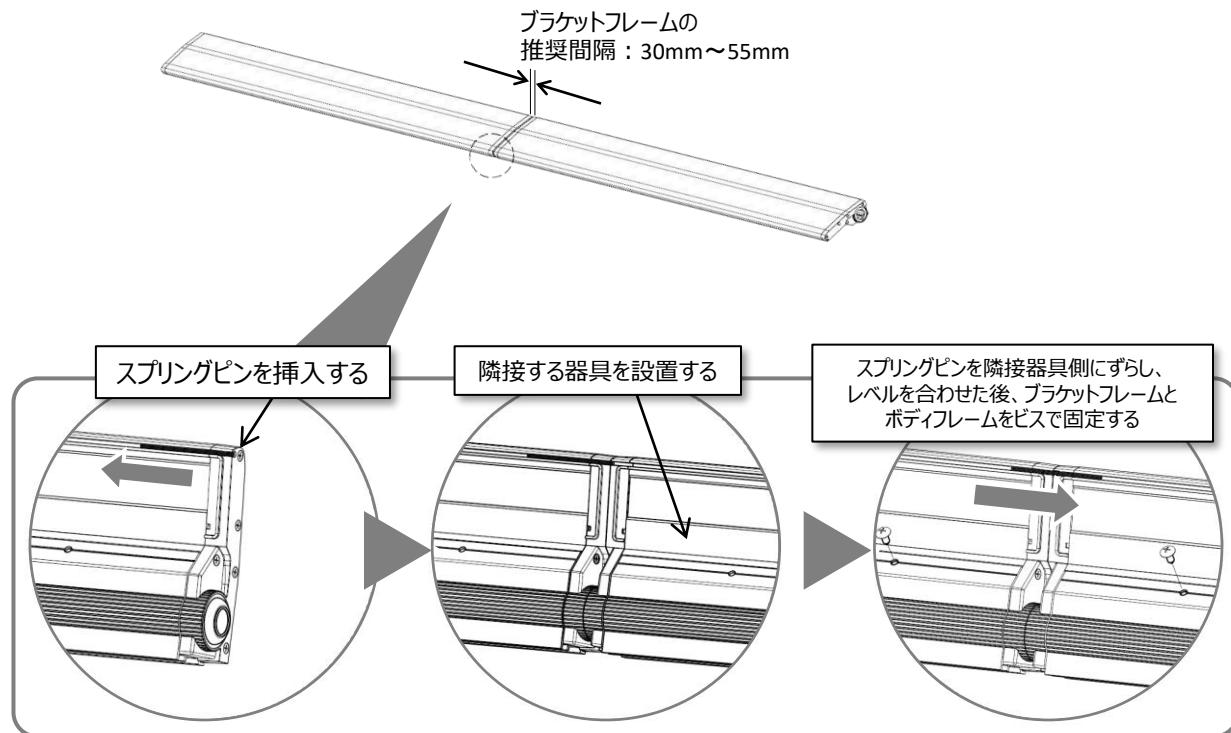

図9：連結設置時の器具のレベル合わせ手順
- 連結する器具のレベルを合わせる必要がある場合は、同梱のスプリングピンを使用して、（図9）の手順で、器具を設置してください。